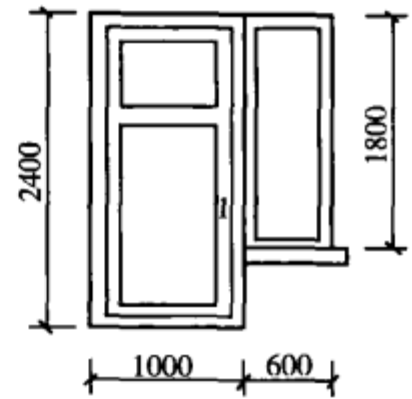

图 4-26 连窗门(四)
**【例 26】** 求如图 4-26 所示连窗门工程量。
**【解】** (1) 定额工程量